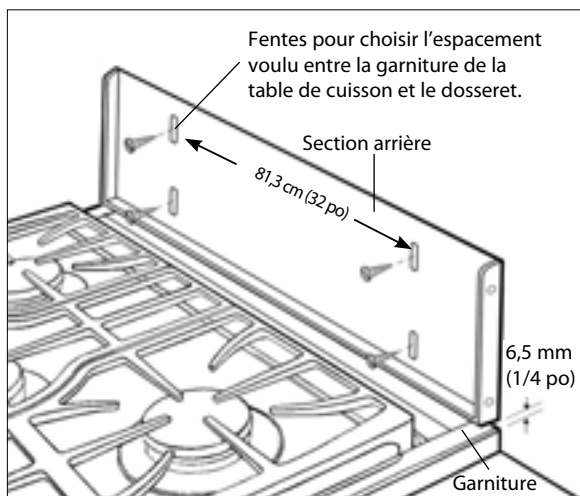

Fig.07
2. Après avoir déballé les pièces du dossier, placez la section arrière en la centrant à 6,5 mm (1/4 po) au-dessus de la garniture fixée à la table de cuisson.* Fixez la section arrière au mur à l'aide des fixations appropriées (non fournies)(fig. 07).